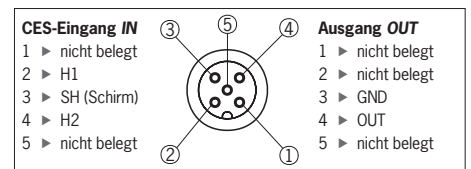

Bild 1: Buchsenbelegung (Blick auf Steckseite)
- ▶ Den CES- oder CEM-/CET-Lesekopf an den CES-Eingang *IN* (Buchse 5-polig M12) anschließen (siehe Bild 1)
- ▶ Den Elektromagneten des CEM-/CET-Lesekopfes an den Ausgang *OUT* (Buchse 5-polig M12 mit Verschlusskappe) anschließen (siehe Bild 1)